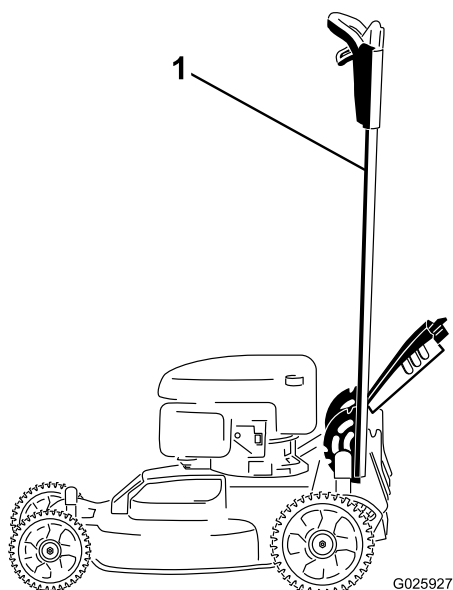

Figura 37
1. Bloquee el manillar en la posición vertical (Figura 37); consulte Ajuste de la altura del manillar \(página 14\).